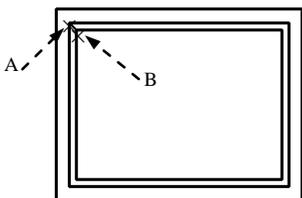

图 17.5.5 直线 1
Step5. 绘制图 17.5.5 所示的直线 1。选择下拉菜单 **绘图(D)** → **直线(L)** 命令，选取图 17.5.5 所示的 A 点为起点，选取图 17.5.5 所示的 A 点为终点，按 Enter 键结束。